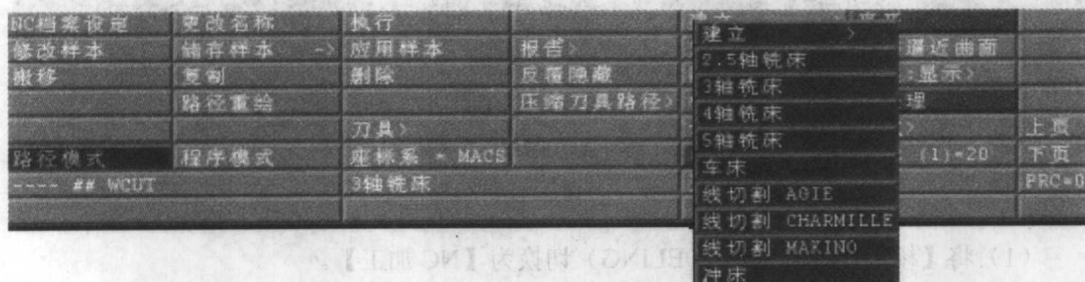

图 1-2
(2) 屏幕左上角的提示区会显示：全部模型吗？单击【是】之后便进入了路径管理 (TP.MNGR, Toolpath Manager) 的功能。
(3) 选择刀具路径的形式。在此以常用的三轴铣床为例，在路径管理中选择【建立】→【3 轴铣床】，如图 1-2 所示。